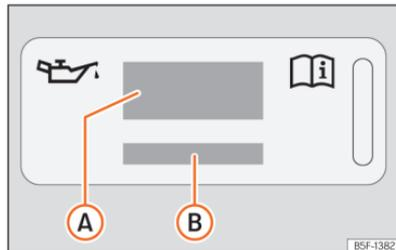

Abb. 239 Im Motorraum: Aufkleber mit Motoröl-Spezifikationen
Legende zur >>> [Abb. 239]:
Wenn Motoröl nachgefüllt werden muss, verwenden Sie eines der auf dem Aufkleber angegebenen Motoröle >>> [Abb. 239]. Der Aufkleber mit der vorgeschriebenen Motoröl-Norm befindet sich im vorderen Bereich des Motorraums
- Wenn der Aufkleber mit den Motoröl-Spezifikationen »» **[Abb. 239]** fehlt, wenden Sie sich an einen Fachbetrieb.